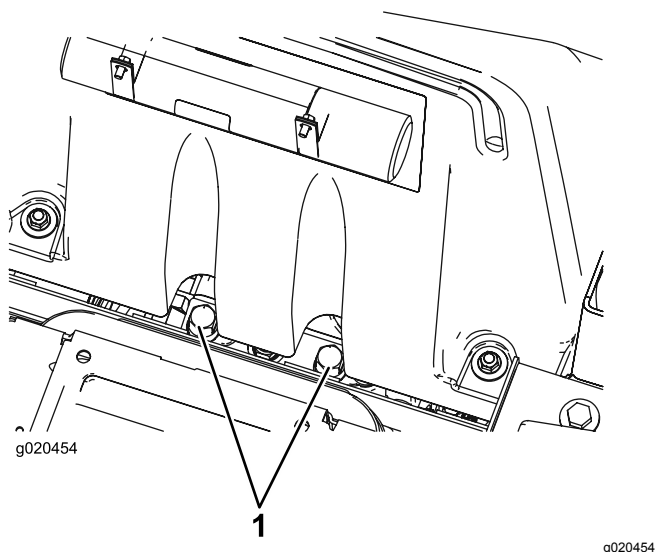

Figura 60
1. Sollevate il sedile e individuate le valvole di bypass, che sono posizionate sotto la parte anteriore del serbatoio del carburante (Figura 60).